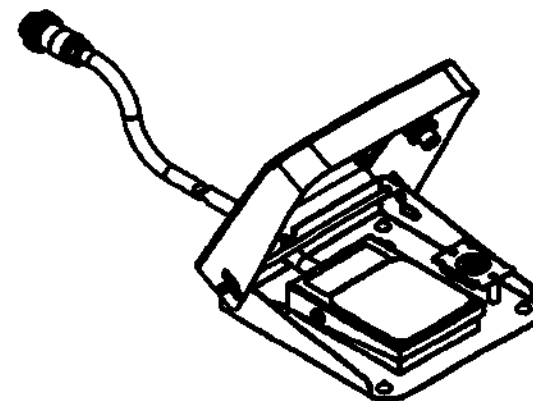

Рисунок 11 – Педаля
- *Педаля* (рисунок 11). При нажатии педали лазерный луч включается, при отпускании – отключается.